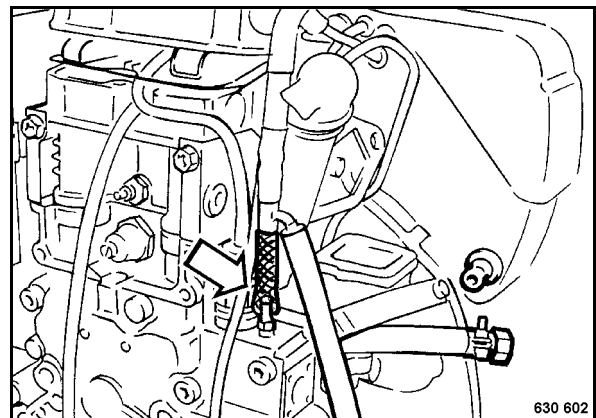

Fig. 71
- Retirar la tubería de combustible de la tubería del aceite de fuga de la bomba (Fig. 71).